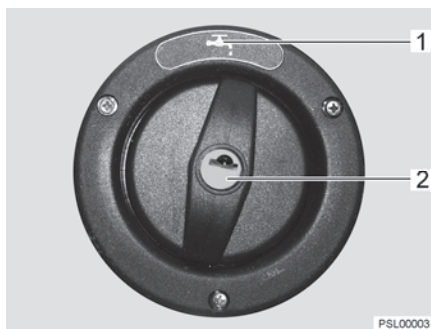

Fig. 106 Couvercle de fermeture pour bec de remplissage d'eau potable
Le bec de remplissage d'eau potable est désigné par le symbole "🚰" (Fig. 106,1). Le couvercle de fermeture est ouvert et verrouillé à l'aide de la clé pour les serrures extérieures.
- Insérer la clé dans le barillet (Fig. 106,2) et la tourner d'un quart de tour dans le sens inverse des aiguilles d'une montre.
- Ouvrir le bec de remplissage d'eau potable (Fig. 106).